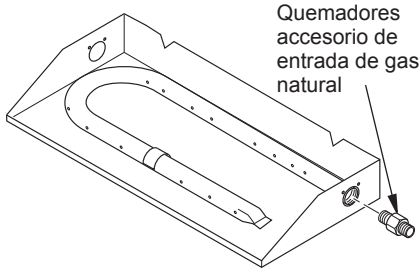

Figura 6
1. Retire el quemador de gas natural accesorio de entrada del conjunto bandeja del quemador como se muestra en la Figura 6. NO retire el orificio de este accesorio.